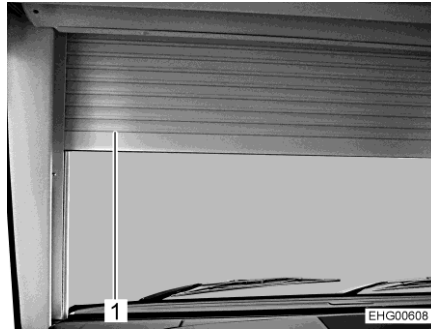

Fig. 72 Persiana oscurecedora enrollable usada como parasol
- Girar los pestillos giratorios de la posición de estacionamiento (Fig. 71,2) a la posición de viaje (Fig. 71,1). Para ello, girar el pestillo giratorio a cada lado de la luna delantera hacia adentro hasta el tope. En esta zona, la persiana oscurecedora enrollable se podrá ajustar como parasol (Fig. 72,1) hasta los pestillos giratorios.